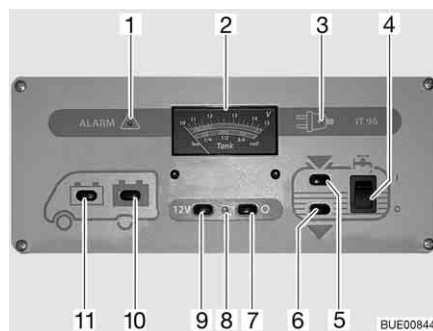

Fig. 167 Panel IT 96-2
El interruptor principal de 12 V (Fig. 167,7 y 9) conecta y desconecta el panel y la alimentación de 12 V del habitáculo.
Conectar: ■ Pulsar el interruptor (Fig. 167,9) "12 V": La alimentación de 12 V del habitáculo está conectada. La luz de control (Fig. 167,8) se enciende de color verde.
Desconectar: ■ Pulsar el interruptor (Fig. 167,7) "O": La alimentación de 12 V del habitáculo está desconectada. La luz de control (Fig. 167,8) se apaga.
Observar la escala superior del instrumento indicador V/depósito (Fig. 167,2). El instrumento indicador se ilumina automáticamente al accionar el interruptor.
- Pulsar el interruptor (Fig. 167,11) "🔌": Indica la tensión de la batería del motor de arranque.
- Pulsar el interruptor (Fig. 167,10) "🔌": Indica la tensión de la batería del habitáculo.
Observar la escala inferior del instrumento indicador V/depósito (Fig. 167,2). El instrumento indicador se ilumina automáticamente al accionar el interruptor.
- Pulsar el interruptor (Fig. 167,5) : Indica la cantidad de agua.
- Pulsar el interruptor (Fig. 167,6) : Indica la cantidad de aguas residuales.
- Pulsar el interruptor basculante (Fig. 167,4) por arriba "I": El suministro de agua está conectado.
- Pulsar el interruptor basculante (Fig. 167,4) por abajo "O": El suministro de agua está desconectado.
La luz roja de "ALARMA" (Fig. 167,1) parpadea en cuanto la tensión de la batería del habitáculo baja de 11 V (medición durante el servicio) y hay peligro de descarga completa.
Se enciende la luz de control de 12 V (Fig. 167,8) cuando se conecta el interruptor principal de 12 V (Fig. 167,9).
Se enciende la luz de control de 230 V (Fig. 167,3) amarilla cuando hay tensión de red en la entrada del bloque eléctrico.